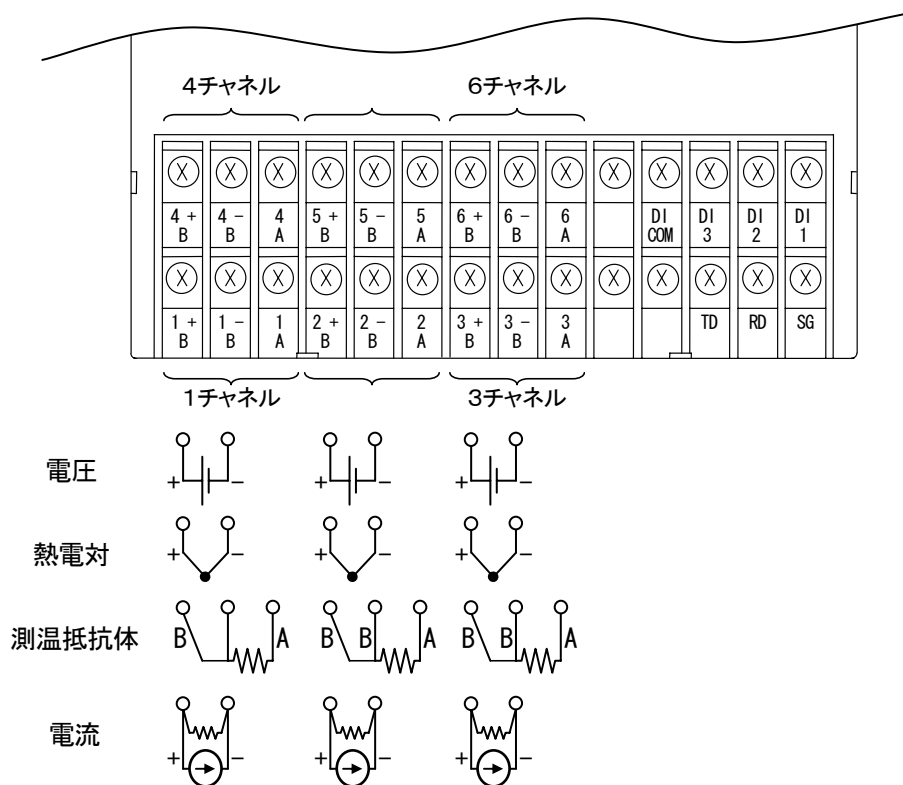
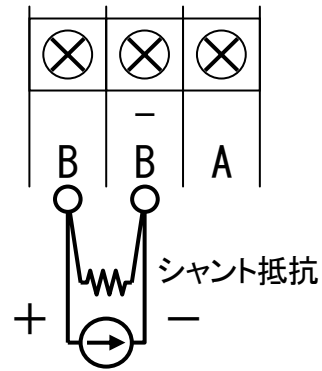

図 4.3 入力の配線(各チャンネル配線位置)
図 4.5 入力の配線(測温抵抗体入力、mA 入力の場合)
- 2) 図 4.3(17 頁)、図 4.4、図 4.5(18 頁)の配線例に従い入力を配線します。